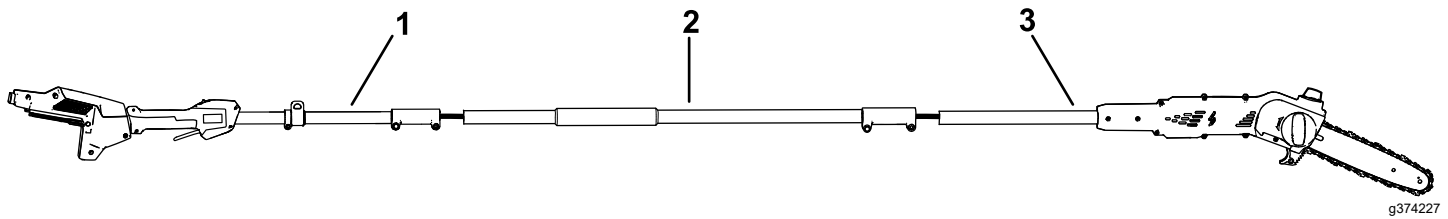

Figura 4
1. Desfășurai seciunile mânerului (Figura 4).